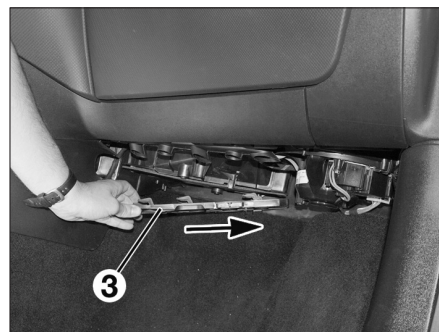

Fig. 4
- Pousser le couvercle (3) dans le sens de la flèche (Fig.4) et le déposer.